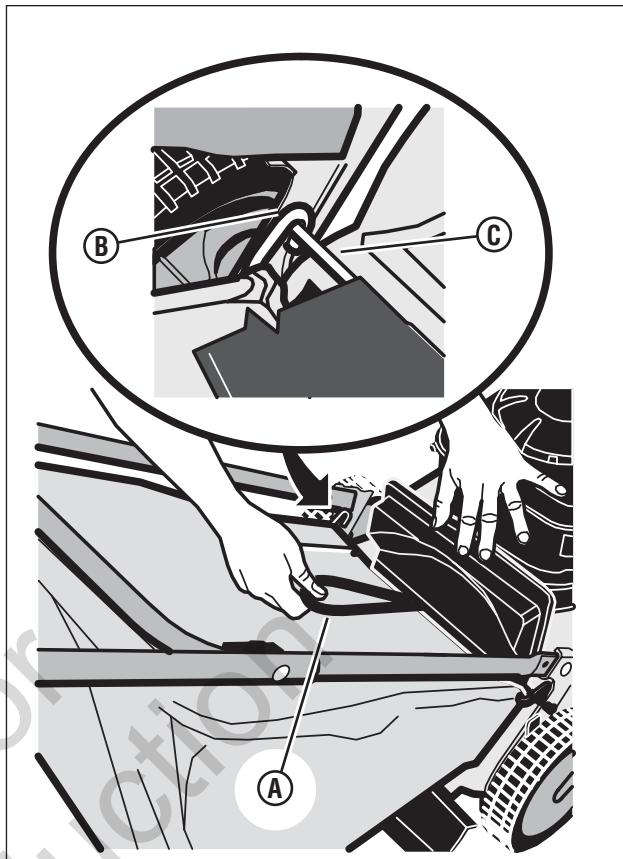

Figura 10: Instalación de la bolsa de césped
3. Agarrando el mango de la bolsa para hierba (A, **Figura 10**), instale la bolsa para hierba en el cortacésped asegurándose de que los ganchos de la bolsa (B) estén enganchados en la varilla del eje de la puerta posterior (C).